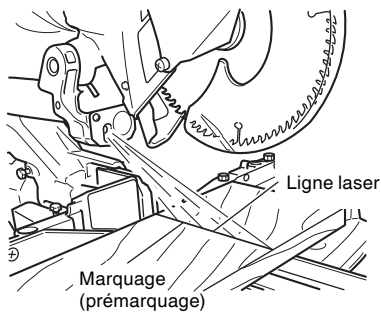

Fig. 21
- (3) Après avoir réglé la position de la ligne laser, tracer à l'encre une ligne à angle droit sur la pièce et aligner la ligne tracée à l'encre et la ligne laser. Pour aligner la ligne tracée à l'encre, faire glisser la pièce petit à petit et la maintenir dans un étau à l'endroit où la ligne laser chevauche la ligne tracée à l'encre. Effectuer un autre rainurage et vérifier la position de la ligne laser. Pour changer la position de la ligne laser, effectuer à nouveau les réglages prévus aux opérations (1) à (3).
**REMARQUE:** Vérifier et s'assurer périodiquement que la position de la ligne laser est convenable. Pour effectuer la vérification, tracer à l'encre une ligne perpendiculaire sur la pièce de 25/32" (20mm) de hauteur et de 5-29/32" (150mm) de largeur et s'assurer que que la ligne laser est alignée sur la ligne tracée à l'encre. [L'écart entre la ligne tracée à l'encre et la ligne laser doit être inférieure à l'épaisseur de la ligne tracée à l'encre (0.5mm)]. (Fig. 21)